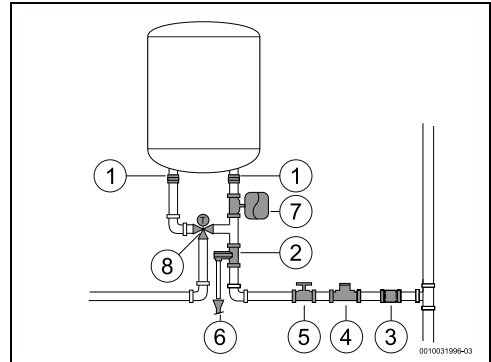

Fig. 11
- Instalar um regulador termostático (Fig. 11, [8]) no tubo de saída do aparelho se forem utilizados tubos PEX. Deverá ser ajustado de acordo com o desempenho do material utilizado.
- ▶ instalar uma válvula redutora (Fig. 11, [4]). A válvula de segurança vai atuar sempre que a pressão da água no aparelho for superior a 8 bar (± 1 bar), pelo que é necessário prever uma forma de canalizar o escoamento dessa água.
- ▶ instalar um vaso de expansão (Fig. 11, [7]) para evitar que a abertura da válvula de segurança seja tão frequente. O volume do vaso de expansão deve ser o equivalente a 5% do volume do aparelho.